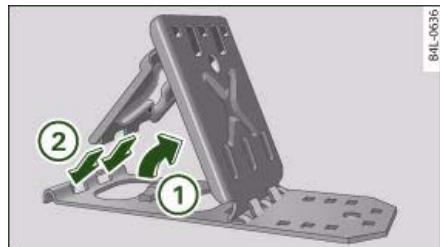

Fig. 223 Desplegar las cuñas desplegables
Para utilizar las cuñas desplegables hay que levantar primero la placa de apoyo ⇒ fig. 223 ① y, a continuación, introducir las dos "pestañas" de la placa de seguridad en los taladros rasgados de la placa base ② ⇒ ⚠.